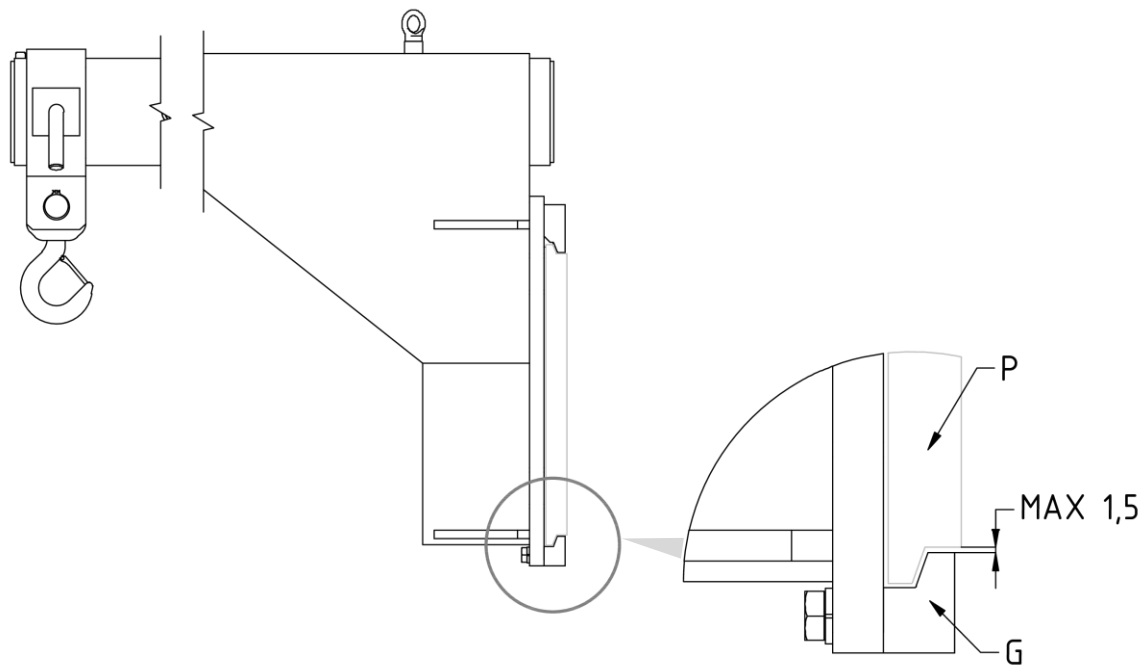

Figura 5
6. Riavvitare i 2 ganci inferiori **G** in modo che il corpo di questi rimanga agganciato anche inferiormente alla piastra porta forche **P** (con gioco max. 1,5mm, vedi *Figura 5*), e serrando con coppia di serraggio indicata nella *Tabella 2*.
2. Controllare il gioco fra la parte inferiore della piastra porta forche e i ganci inferiori dell'attrezzatura, verificando che sia come indicato nella *Figura 5* a pag.12, e, eventualmente, serrare le viti che li sostengono come indicato nella *Tabella 2* a pag.12.